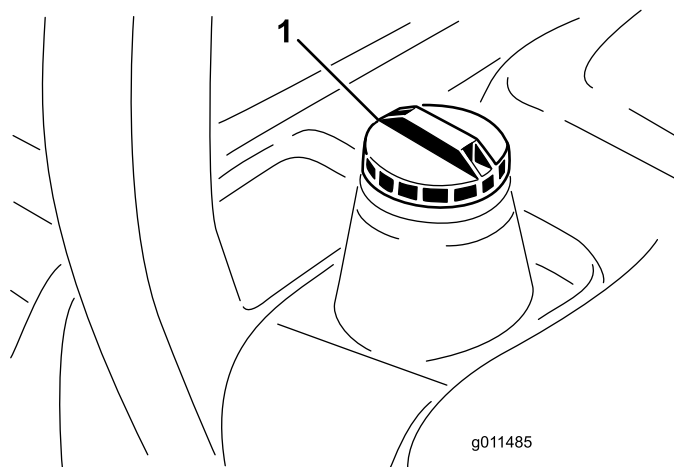

Figura 42
3. Retire el tapón del depósito de combustible (Figura 42).